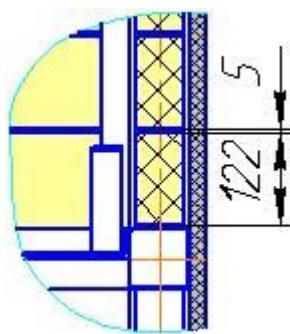

Рис. 6. Кладка вертикальных стенок кирпича
4. Выполнить кирпичную кладку на вертикальных боковых и задней стенках гриля (рис.6). Рекомендуется кладку выполнить на огнеупорной смеси с толщиной около 3...5 мм в семь кирпичей до полного заполнения ручья под его установку. В противном случае придется резать кирпич для обеспечения полного заполнения ручью. Кирпич в ручьи заводится сверху через окна. Рекомендуется заранее кирпич прижимать к дальней вертикальной стенке, т.к. на следующем этапе сборки все зазоры между ближней полкой ручья и кирпичом закроются декоративной накладкой. Если возникают трудности с установкой кирпича в ручьи, то допускается подрезать кромки кирпича с помощью специального алмазного круга.